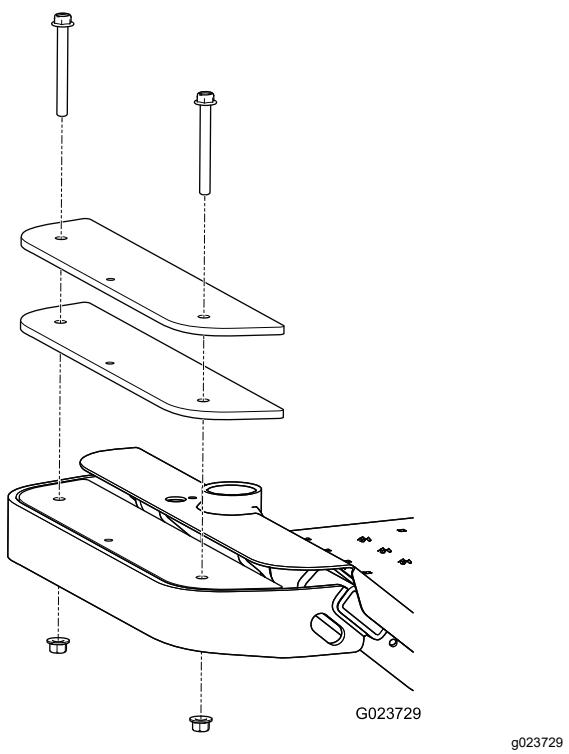

Bild 12
1. Entfernen Sie die beiden Schrauben und Muttern, mit denen die Ballastelemente an der Maschine befestigt sind (Bild 12).